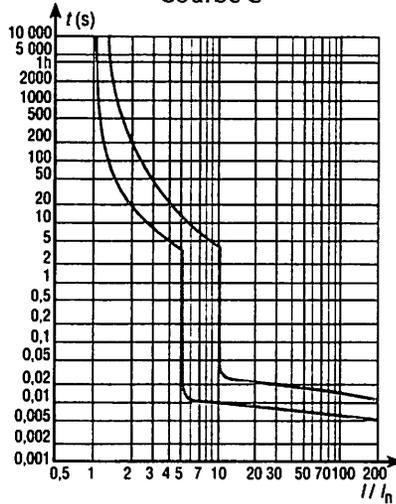

Fig. 11 : Courbe C : $5 I_n < I_m \leq 10 I_n$ (remplace la courbe U).
b) Courbe C (remplace la courbe U) (fig. 11)